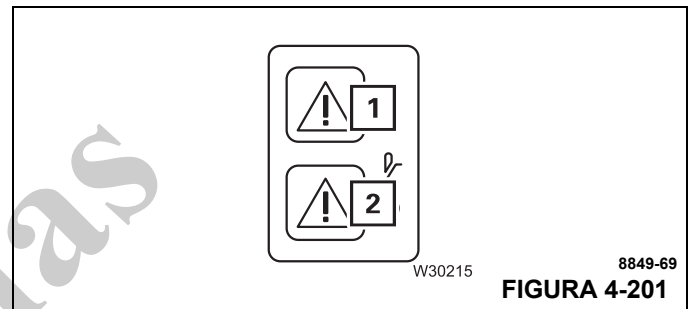

FIGURA 4-201
Os movimentos do guindaste são reativados ao voltar para um estado operacional normal abaixo da capacidade de carga máxima permitida — as lâmpadas (1, Figura 4-201) e (2) se apagarão.